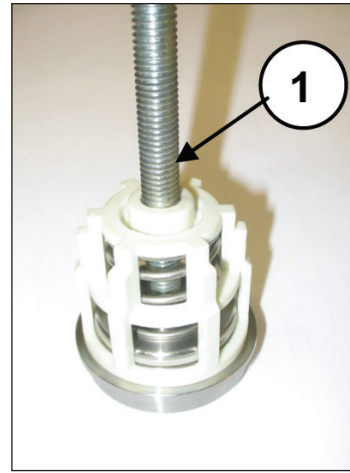

Fig. 37
- Desmonte os grupos da válvula de aspiração e de descarga, apertando um parafuso M10 o máximo possível, de modo a poder agir na placa da válvula e extrair a guia da válvula do local da válvula (Fig. 37, pos. ①).